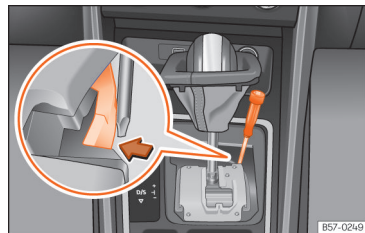

Fig. 90 Alavanca seletora: desbloqueio de emergência na posição de estacionamento.
- Com a ajuda da parte plana de uma chave de fendas, pressione lateralmente a patilha amarela e mantenha-a pressionada »» Fig. 90.